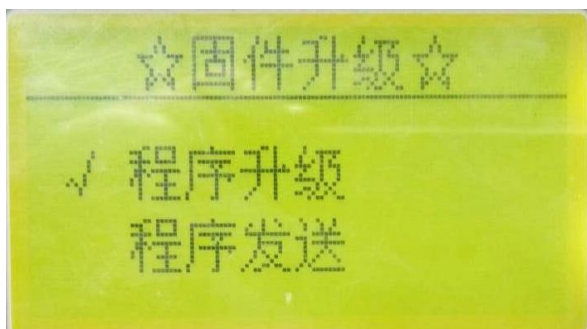

图 2.1
2. 待升级的无线分机：同时按住菜单键和电源键，当看到图 2.1 界面，再按菜